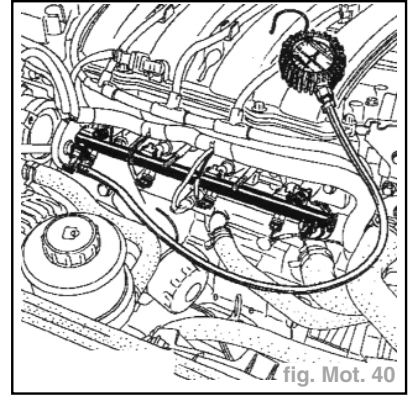

fig. Mot. 40
- Débrancher le conduit d'arrivée d'essence et y placer le raccord en «T» équipé du manomètre de contrôle **Mot. 1311-01** avec l'embout correspondant (fig. Mot. 40).